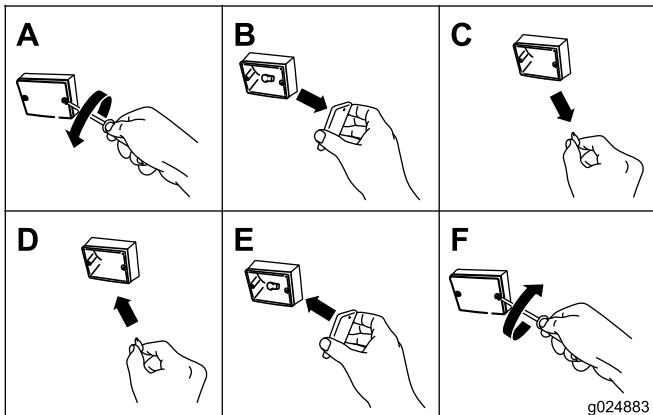

Figura 58
1. Usando un destornillador, retire los 2 tornillos de la lente rectangular pequeña de color ámbar en la parte delantera de la luz (Figura 58).
2. Retire la lente ámbar (Figura 58).
3. Retire la lámpara del zócalo (Figura 58).
4. Inserte una lámpara 193 nueva en el zócalo (Figura 58).
5. Instale la lente ámbar y los 2 tornillos (Figura 58).